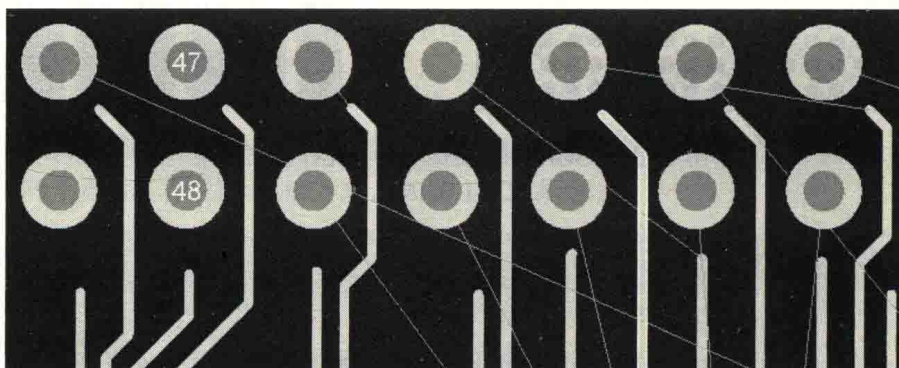

图 13-29 走线和座子的对应
(2) 可以把 BGA 里面拉出来的走线和座子的每个管脚一一对应，不用管连接顺序，如图 13-29 所示，等到后期再调整顺序即可。通过这种方式，把 BGA 到座子的所有网络都对应好，检查不要遗漏。